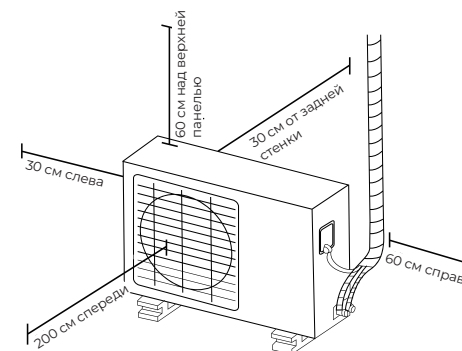

Рис. 4
8. Оставьте расстояние между прибором и стеной или потолком, как показано на рис.4